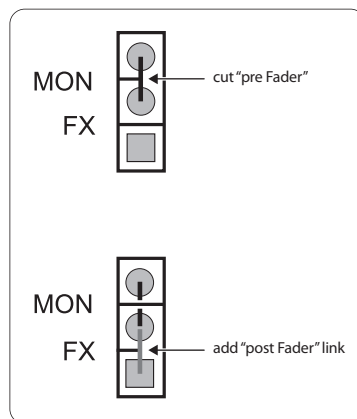

Bild 5.1: Modifikation MON/FX "pre fader" &gt; "post fader"
2. Ställena i fråga hittar du på kretskortet som är anbragt lodrätt på framsidan. Se också Bild 5.1.